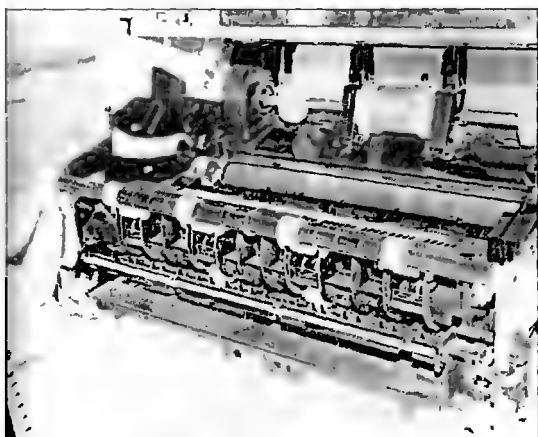

Рис. 5.7
- Снимают расположенный спереди принтера вал выхода бумаги, представляющий собой пластмассовый цилиндр с 4 резиновыми роликами. Этот вал фиксируется крючками по бокам. Крючки отгибают, выводят их из зацепления движением «к себе» и снимают вал (рис. 5.7).